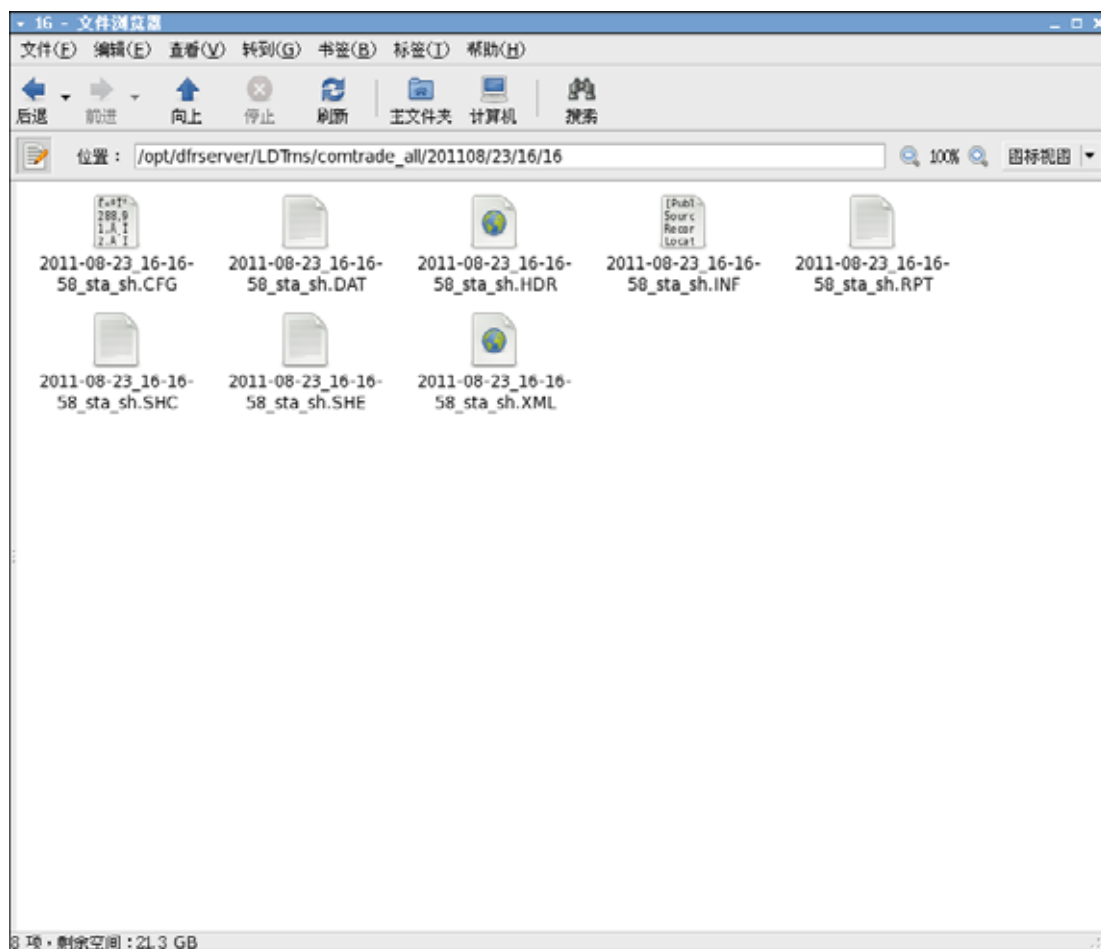

图 2-2录波文件图
- ◆ 图 2.2 在/opt/dfrserver/Comtrade_all /200801 目录下的录波文件：